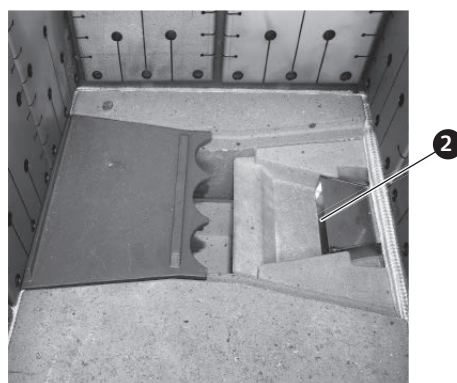

Fig. 65 Estrarre le piastre di combustione, controllare le aperture per l'aria secondaria.
- ▶ Estrarre le due piastre di combustione, aspirare la cenere e controllare le aperture sottostanti per l'aria secondaria, all'occorrenza liberarle – Fig. 65.